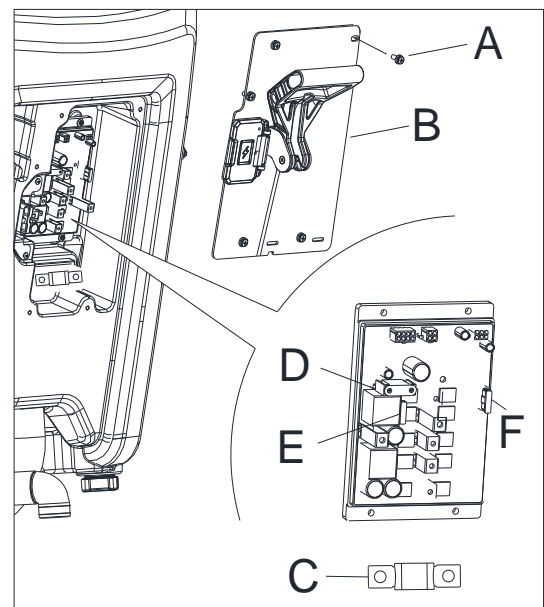

Рис. 28
3. Открутите винты (A, Рис. 28) на крышке блока управления (B).
- a) Предохранитель F1 (D, Рис. 28), предохранитель щетки (80 A)
- b) Предохранитель F2 (E, Рис. 28), предохранитель вакуумной системы (40 A)
- c) Предохранитель F3 (F, Рис. 28), предохранитель платы управления (2 A)
- d) Предохранитель F4 (C, Рис. 28), главный предохранитель (100 A)